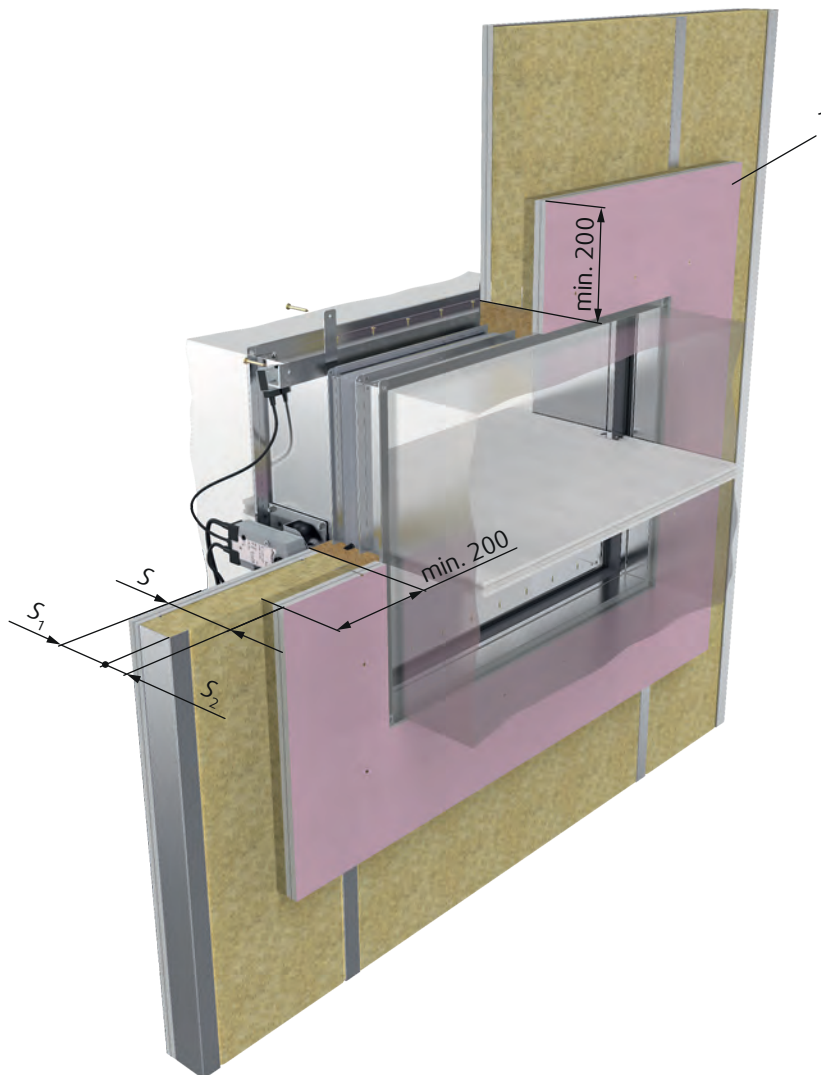

Abb. 23: Montage einer eckigen Brandschutzklappe in eine Wand, die schmaler ist als getestet.
Bei eckigen Brandschutzklappen ist die Öffnung über die Abmessungen $B_1 \times H_1$ (s. Abb. 23) auszuführen.
3. Die Öffnung in der Leichtbau-Wand ist entsprechend den Normen für Gips-Wandbau-Platten zu Verstärken und der Innenumfang muss mit einer zweilagigen Gipskartonplatte mit einer Dicke von 12,5 mm ausgekleidet sein (s. Abb. 20 und Abb. 23).